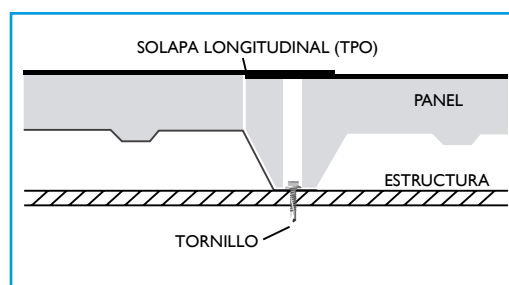

Fig. 12
4.4.6 Verificar la realización de la superposición del manto de TPO o PVC controlando que las superficies externas de los dos paneles contiguos estén en contacto y niveladas (fig. 12).